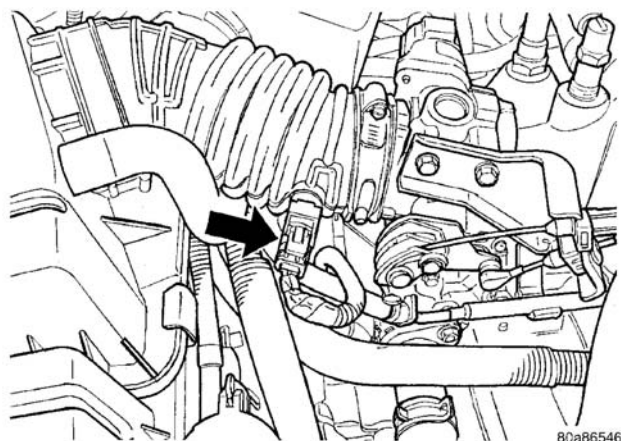

图 104 入口空气温度传感器-2.4L
- (1) 断开蓄电池负极电缆。
- (2) 从入口空气温度传感器断开接头 (图 104)。
（13）连接入口空气温度传感器接头（图 104）。